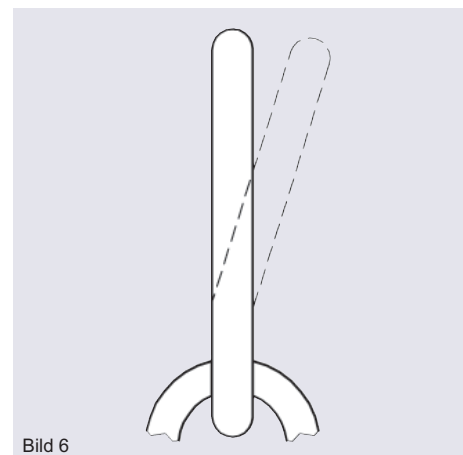

Bild 6
- Verbogenes Aufhängeglied (siehe Bild 6)